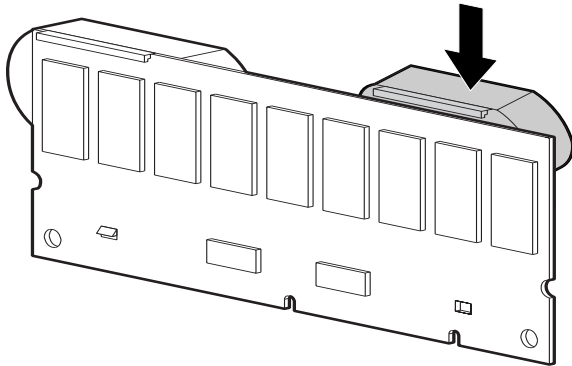

Figure 7 : Installation de la batterie
6. Accrochez la partie supérieure de la nouvelle batterie NiMH à la partie supérieure du module, la batterie étant inclinée à 30 degrés par rapport au plan du module. Reportez-vous à la Figure 7.